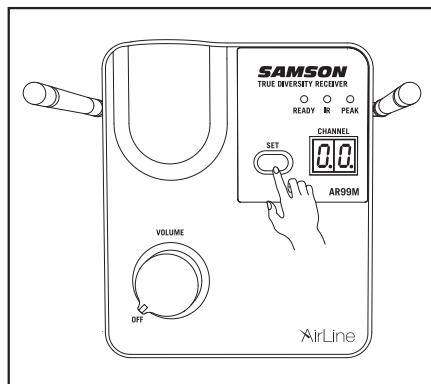

Figura 1
5. Premere il pulsante SET per più di 2 secondi (il display inizierà a lampeggiare velocemente) sulla parte anteriore del ricevitore AR99m per cercare un canale disponibile. Una volta selezionato il canale ottimale, il ricevitore entrerà in modalità Set IR. Il display lampeggerà lentamente nella modalità Set IR. Se si desidera impostare un trasmettitore sul canale attualmente selezionato del ricevitore, premere e tenere premuto il pulsante SET per più di 10 secondi (finché il display lampeggia lentamente) per accedere direttamente alla modalità Set IR. (Figura 1).